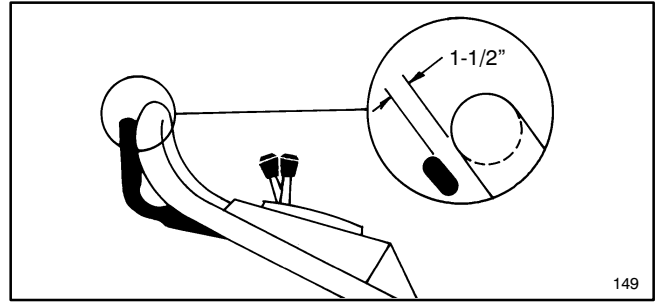

Figure 22
4. Lever la barre de commande jusqu'à ce qu'on sente une résistance. Si le réglage est correct, la barre de commande doit être alors à environ 4 cm (1-1/2") du mancheron (Fig. 22).